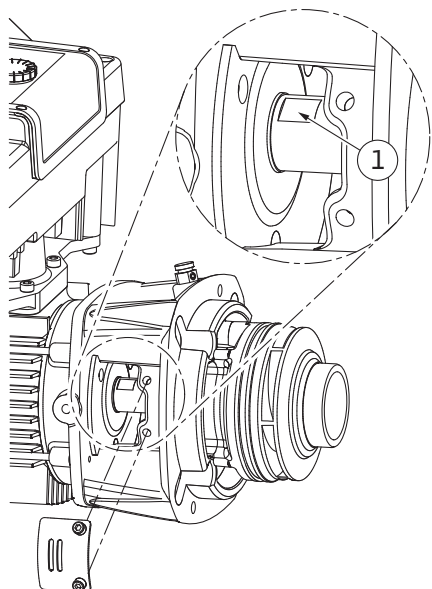
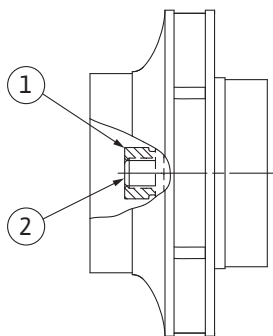
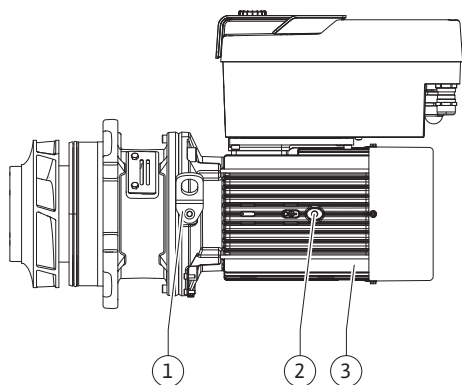

Fig. 105: Nyckelytor på axeln
Fig. 106: Pumphjulsmutterns korrekta position efter installationen
Fig. 107: Instickssats
14. För in en blocknyckel (nyckelvidd 22 mm), i lanternans öppning och håll fast axeln vid nyckelytor (Fig. 105, pos. 1). Dra ut pumphjulsmuttern (Fig. I, pos. 22). Pumphjulet (Fig. I, pos. 21) dras automatiskt bort från axeln.
15. Demontera balanseringsbrickan (Fig. I, pos. 20).
3. För in en blocknyckel (nyckelvidd 22 mm), i lanternans öppning och håll fast axeln vid nyckelytorna (Fig. 105, pos. 1).
8. Håll fast axeln med en blocknyckel (nyckelvidd 22 mm) och dra åt pumphjulsmuttern med det föreskrivna åtdragmomentet (se tabellen "Åtdragmoment" [► 29]). Muttern (Fig. 106, pos. 1) måste ligga an med axeländan (Fig. 106, pos. 2) med ungefär $\pm 0,5$ mm. Om så inte är fallet måste muttern lossas och steg 4 till 8 upprepas.
9. Ta bort blocknyckeln och montera skyddsplattan (Fig. I, pos. 27) igen.
10. För in en blocknyckel (nyckelvidd 32 mm), i lanternans öppning (Fig. IV, pos. 38) och håll fast axeln vid nyckelytorna (Fig. 105, pos. 1). Montera pumphjulet med bricka/brickor och mutter. Dra åt muttern. Undvik att den mekaniska tätningen skadas p.g.a. en förskjutning.
11. Rengör lanternaspåret och sätt dit den nya O-ringen (Fig. III, pos. 19).
13. För in instickssatsen (se Fig. 107) i pumphuset i den tidigare eller i ett annat önskat vinklat läge. Observera komponenternas tillåtna monteringslägen (se kapitlet "Tillåtna monteringslägen och ändring av komponentplaceringen före installationen" [► 25]).
14. Vi rekommenderar att monteringsbultarna används (se kapitlet "Tillbehör" [► 20]). När lanternförningen märkbart hakar fast (ca 15 mm före ändläget) finns det inte längre någon risk för vältning eller förskjutning. Efter att instickssatsen har säkrats med minst en skruv (Fig. I/III, pos. 10 eller Fig. III/IV, pos. 29) kan fästena tas bort från transportöglorna.
15. Skruva in skruvarna (Fig. I/III, pos. 10 eller Fig. III/IV, pos. 29), men dra inte åt dem än. När skruvarna skruvas in dras instickssatsen in i pumphuset.